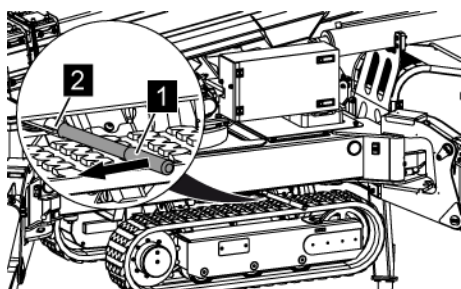

Abb. 147: Handpumpenhebel einsetzen
5. → Handpumpenhebel (Abb. 147/1) auf die Verriegelung (Abb. 147/2) stecken.